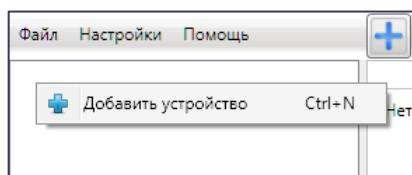

Рисунок 6.5 — Регистрация контроллера вручную
- щелкните правой кнопкой мыши по свободному месту в области дерева устройств программы Конфигуратор Профессионал (см. 7) и в появившемся меню выберите *Добавить устройство* (см. рисунок 6.5);